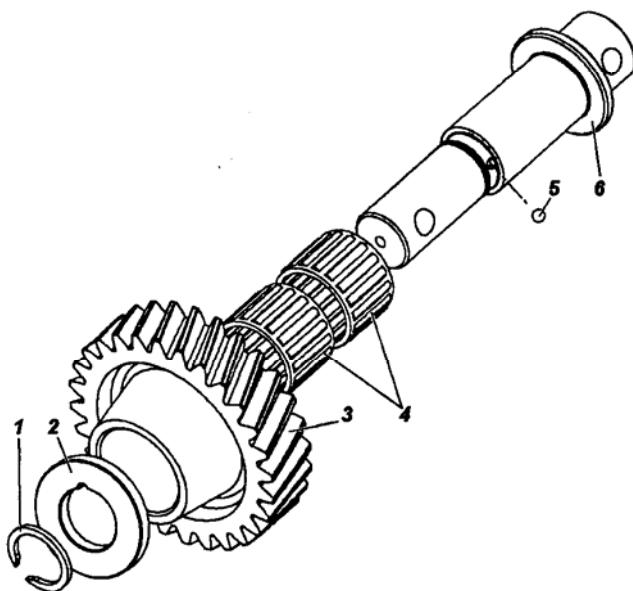

Рис. 6.38. Ось промежуточной шестерни заднего хода:
1. Установите игольчатые подшипники 4 (рис. 6.38) на вал 6. На подшипник нанесите смазку.